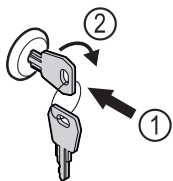

Fig. 158
- Klíč zasun'te dovnitř. Fig. 158 (1)
- Otáče'jte klíčem o 90° ve směru hodinových ručiček. Fig. 158 (2)